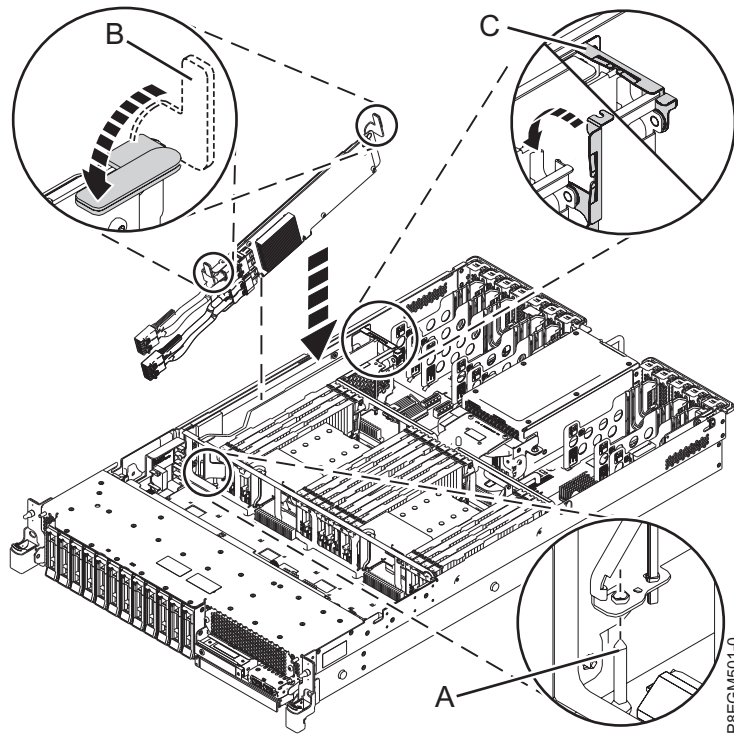

Figure 13. Remise en place de la carte PCIe3 x8 SAS RAID interne 6 Gbits
2. Reconnectez les câbles SAS avant au connecteur avant P1 ou P2 de la carte PCIe3 x8 SAS RAID interne 6 Gbits avant d'installer cette dernière, comme illustré dans la figure 13, à la page 15. Appuyez sur le connecteur de câble jusqu'à ce que vous entendiez un clic.
4. Terminez l'installation de la carte PCIe3 x8 SAS RAID interne 6 Gbits en l'insérant complètement dans son emplacement. Assurez-vous que la carte est installée sur la broche de détrompage (A). Appuyez au centre du bord supérieur de la carte pour l'installer correctement dans le connecteur du fond de panier du système, comme illustré dans la figure 13, à la page 15.
5. Appuyez sur les poignées bleues (B) dans la direction illustrée à la figure 13, à la page 15.
6. Appuyez sur le crochet de fixation du câble (C) dans la direction illustrée à la figure 13.